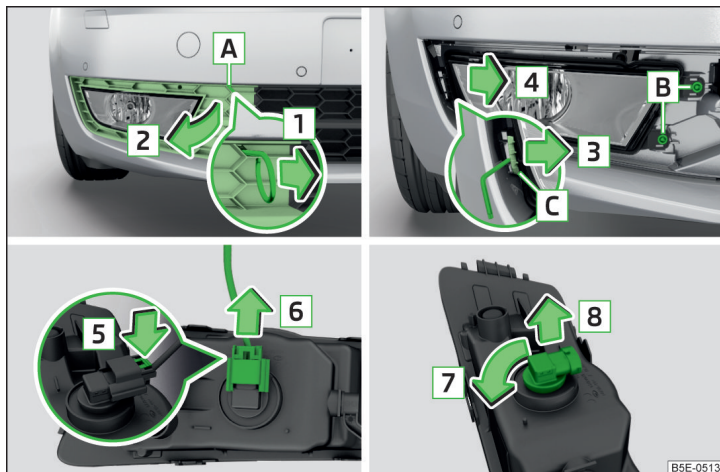

Fig. 247 Desmontar el faro antiniebla / Cambiar la bombilla - variante 1
- Introducir en la apertura **A** » fig. 247 el estribo para retirar los tapacubos integrales » pág. 221, *Equipo de herramientas a bordo*.
- Monte el faro antiniebla en sentido contrario al de la flecha **4** » fig. 247 y enrósquelo.